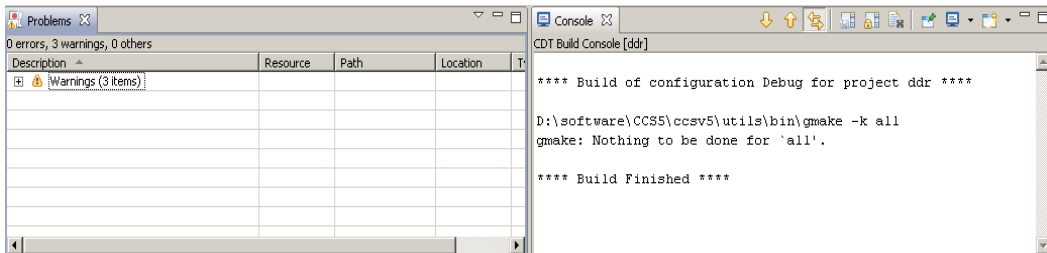

图 1-1-5
2. 编译完成后可在 Console 和 Problem 窗口看见反馈信息，如图 1-1-5 所示：